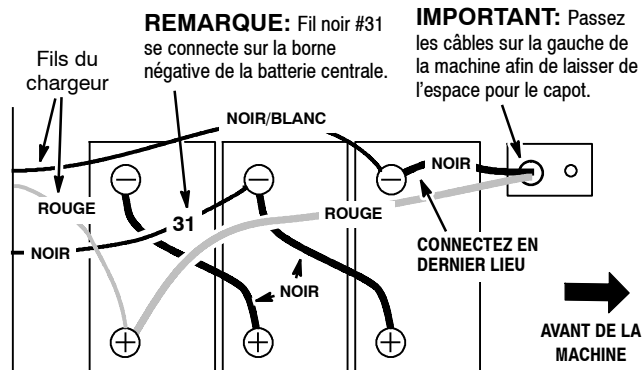

FIG. 3
- Branchez les câbles aux bornes de batteries de la manière illustrée. (FIL ROUGE A LA BORNE POSITIVE ET FIL NOIR A LA BORNE NEGATIVE) (Figure 3).